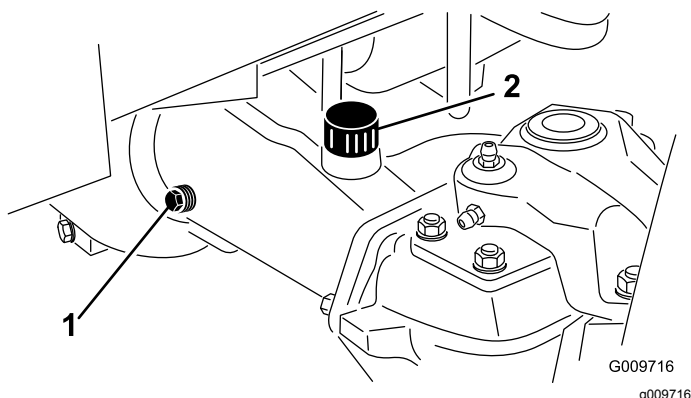

Figura 45
2. Togliete il tappo di controllo da un'estremità del ponte (**Figura 45**) e verificate che il lubrificante raggiunga la base del foro. Se il livello è basso, togliete il tappo di riempimento (**Figura 45**) e rabboccate con lubrificante finché non raggiunge la base del foro del tappo di controllo.